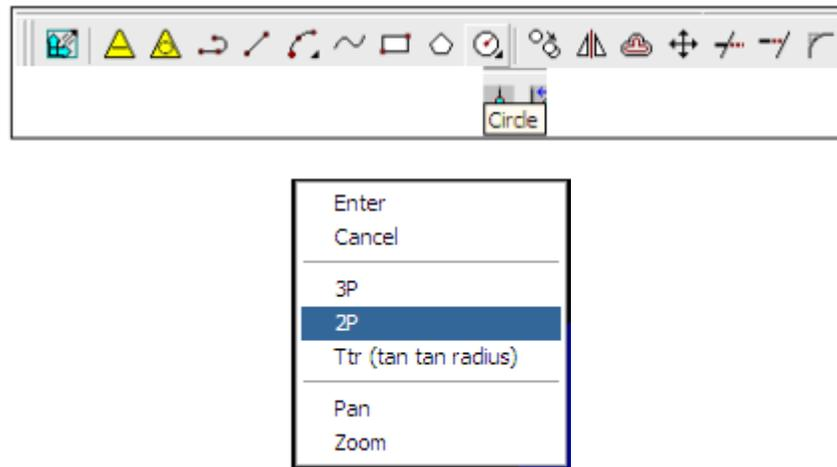

Figura 93
18. Ahora seleccionamos el comando Circle dando un clic con el botón izquierdo del mouse de la barra de herramientas 2D Sketching. Dentro de la ventana del gráfico damos un clic con el botón derecho del mouse y seleccionamos la opción 2P como el método para crear el círculo como se muestra en la figura 93.